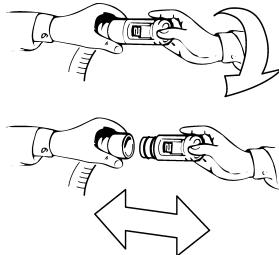
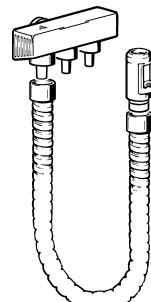

Fig. 21
Fig. 22
**I terminali (che possono essere separati dal tubo con una manovra di torsione a strappo, fig. 21) e le cannule possono essere trattati in lava strumenti ed in autoclave.** Ovviamente i ripetuti trattamenti ne accelerano il processo di invecchiamento, d'altra parte la facilità di sostituzione ed il prezzo sono stati previsti per una sterilizzazione frequente. Anche i tubi esterni, che con il passaggio dei liquidi vanno soggetti ad invecchiamento, sono predisposti per una facile sostituzione fig. 22. Prima di staccare i tubi esterni dal collettore mettere in funzione l'aspirazione senza aspirare liquidi, alzare verso l'alto l'estremità libera del tubo per facilitare l'aspirazione del liquido presente ed evitare il gocciolamento.